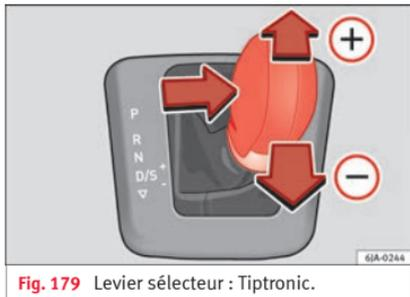

Fig. 179 Levier sélecteur : Tiptronic.
- Poussez légèrement le levier vers l'avant **+** » fig. 179.
- Poussez légèrement le levier vers l'arrière **-** » fig. 179.